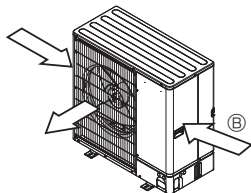

Fig. 2-5
- 3 Položite jedinicu na način da izlaz za zrak puše okomito na smjer sezonskog vjetra ako je moguće. (Fig. 2-5)